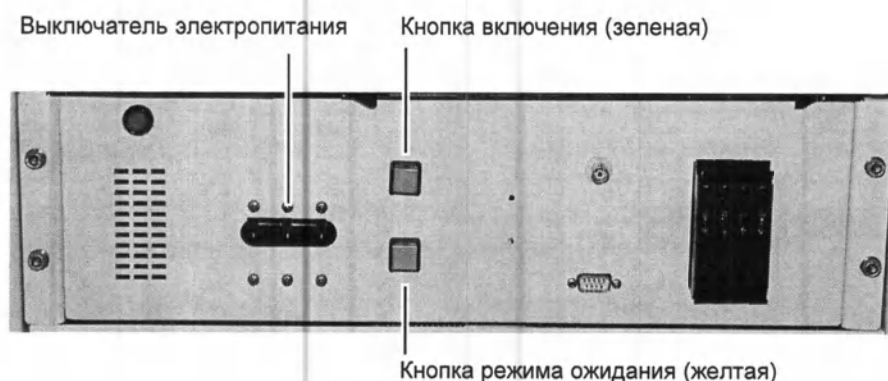

Рис. 1-3. Кнопки включения и выключения системы, выключатель электропитания
3. Приведите в положение включения выключатель сетевого электропитания, расположенный на блоке электронного оборудования (встроенном блоке питания) (см. Рис. 1-3).
4. Нажмите зеленую кнопку включения системы на встроенном блоке питания (см. Рис. 1-3).
1. Убедитесь, что выключатель электропитания на встроенном блоке питания находится в положении включения (в верхнем положении) (Рис. 1-3. Кнопки включения и выключения системы, выключатель электропитания).
2. Нажмите на зеленую кнопку включения на встроенном блоке питания. (Рис. 1-3. Кнопки включения и выключения системы, выключатель электропитания).